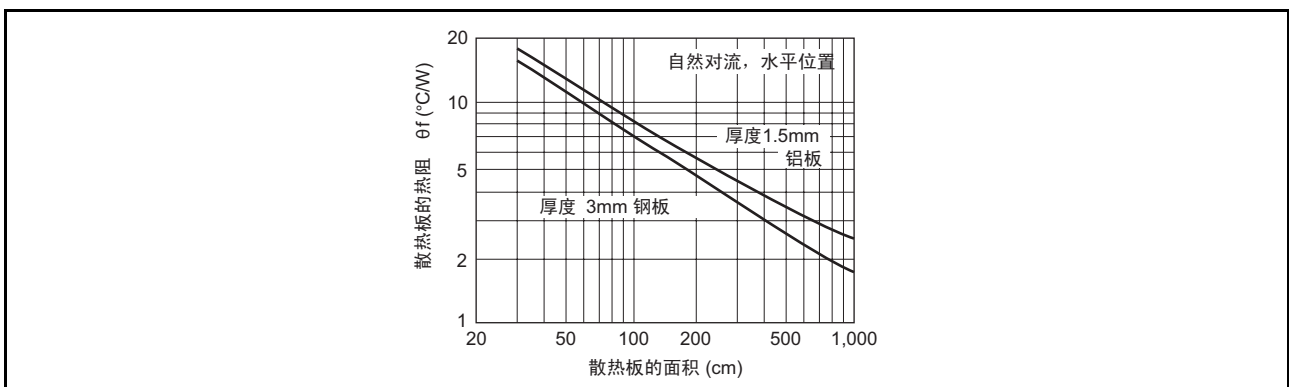
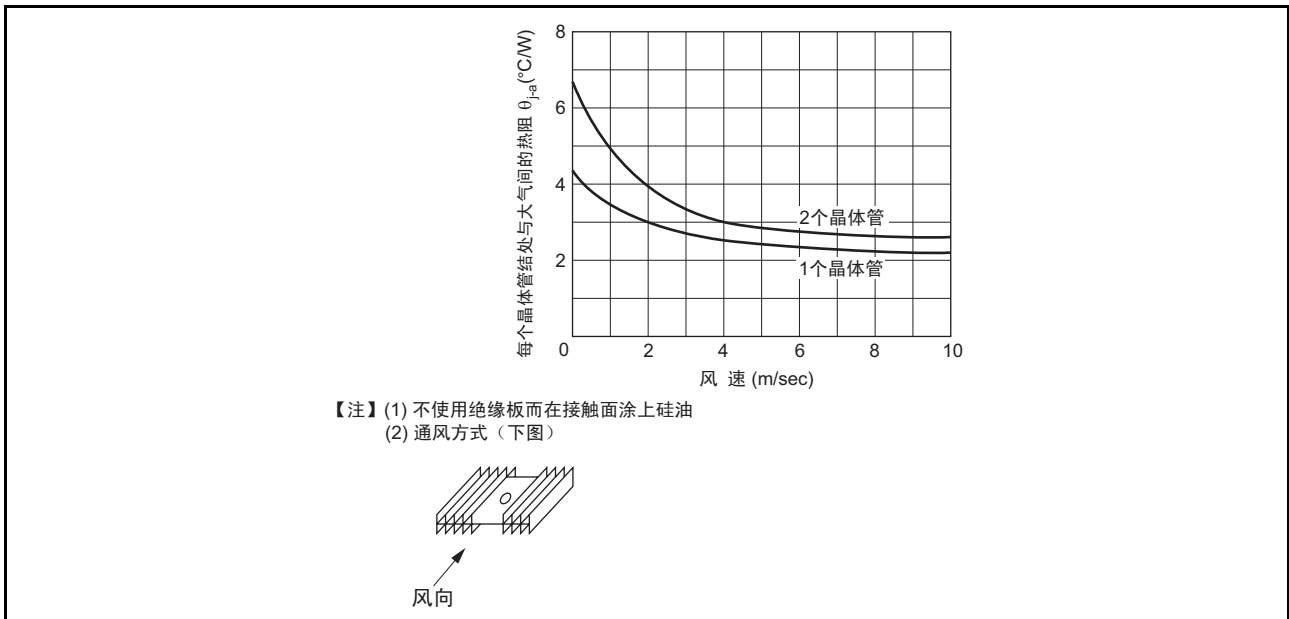

图12 散热板面积与热阻的关系
图 13 强制风冷时的热阻
- (b) 因散热关系, 需要形状和大小都合适的散热板。此外, 请根据需要进行强制风冷等散热方式 (参照图12、图13)。